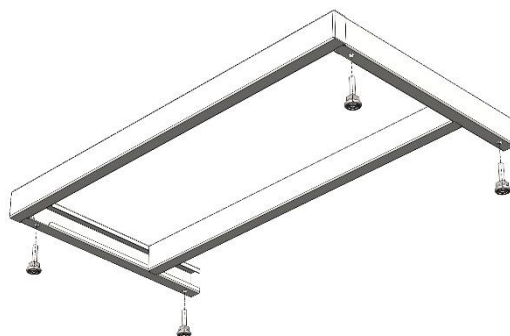

Рис. 2. Сборка низкого каркаса
- [2] • Установить в раму регулируемые опоры (*Рис. 2*).